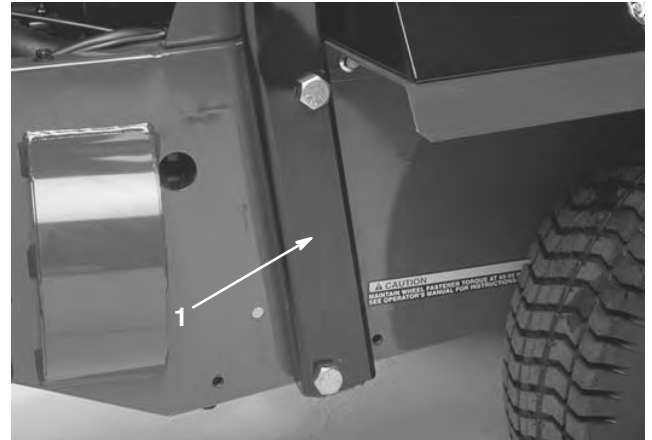

Bild 15
- Senken Sie den Überrollbügel auf den Rahmen ab und fluchten Sie die Befestigungslöcher aus, siehe Bild 15.
- Befestigen Sie den Überrollbügel mit vier Schrauben (3/4 x 5-1/2 Zoll), Sicherungsscheiben und Muttern am Rahmen (Bild 15). Ziehen Sie sie fest.